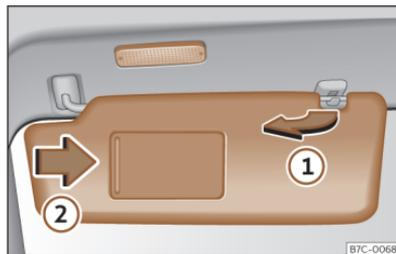

Fig. 85 Parasol.
- El parasol puede extraerse de la fijación y girarse hacia la puerta >>> fig. 85 .